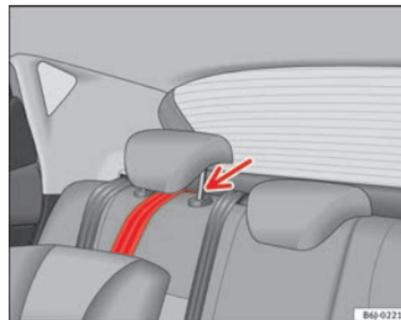

Abb. 28 Befestigungsgurt: korrekte Einstellung und korrekter Einbau
- Führen Sie den Befestigungsgurt des Top Tether unter der Rückstuhlkopfstütze hindurch → Abb. 28 (dazu ggf. die Kopfstütze nach oben verstellen).